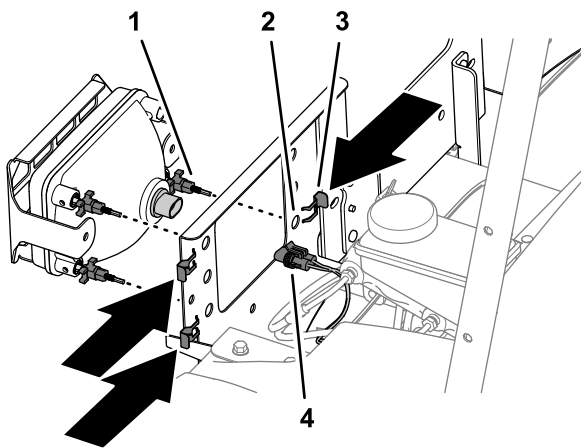

图 46
6. 将机器线束的 2 插槽接头连接到大灯后面的 2 针接头图 46。